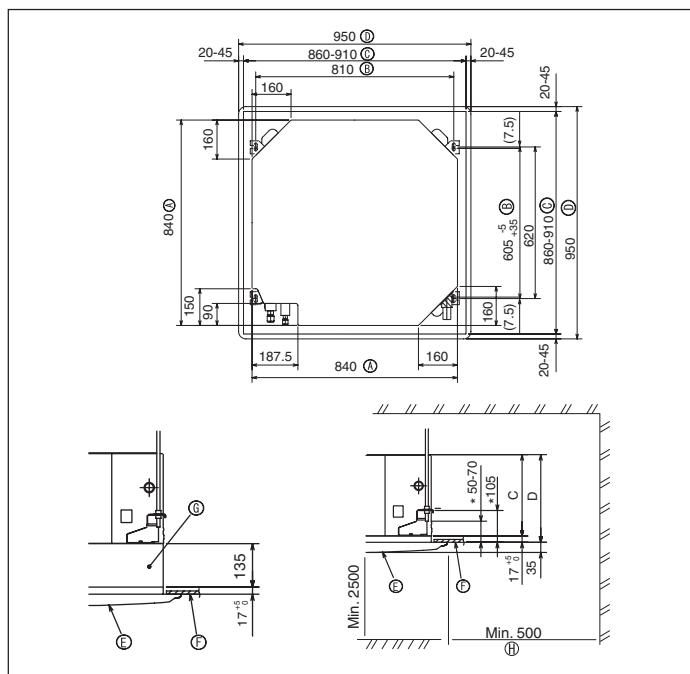

Fig. 3-2
①	Plantilla de instalación	1
②	Arandelas (con aislamiento) Arandelas (sin aislamiento)	4 4
③	Cubierta de tubería (para junta de tubería de refrigerante) diámetro pequeño diámetro grande	1 1
④	Abrazadera	8
⑤	Tornillo con arandela (M5 x 25) para montar la rejilla	4
⑥	Tubo de desague	1
⑦	Aislante	1
⑧	Tuerca abocardada 1/4F(P60)	1
3.2. Apertura del techo y ubicación de los tornillos de suspensión (Fig. 3-2)
* Las dimensiones de la apertura del techo pueden ajustarse dentro de los valores indicados en la Fig. 3-2; centre la unidad principal en la apertura asegurándose de que los lados opuestos respectivos alrededor de la apertura sean idénticos.